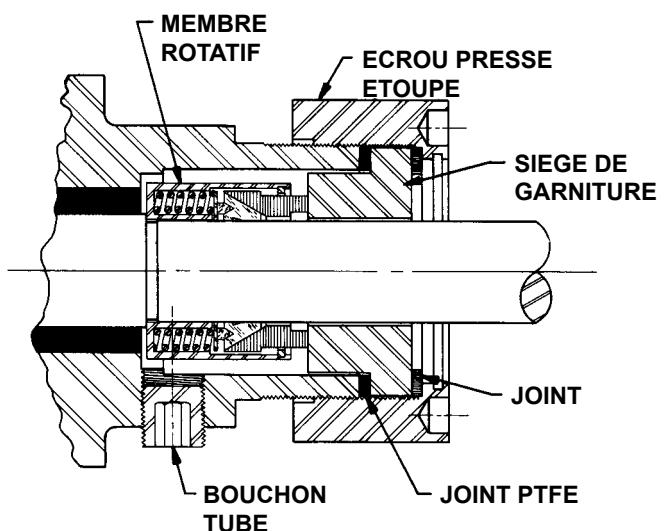

FIGURE 5
7. **PROCEDURE DE DEMONTAGE RESTANTE** pour la pompe à garniture mécanique série 4724. (Voir Fig. 5). Retirez le bouchon de tube à tête creuse de 1/8" pouces sur le boîtier et dévissez les deux vis d'arrêt à tête creuse sur la Garniture mécanique.
## REMONTAGE DE LA SERIE 4724 (Voir Fig. 5).